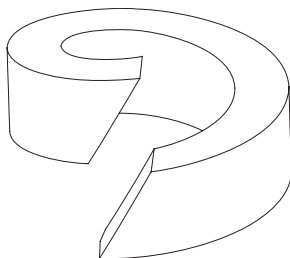

Fig. 16: Delad packningsring
(Tryckavlastningskägla see Fig. 16)
- Tag ut den slitna kolv tätningen (pos. 32) ur spåret i kägla med hjälp av ett lämpligt verktyg (t.ex. en skruvmejsel).
- Sätt in en ny kolv tätning (pos 32) se till att den sitter rätt, se illustrationen (se Fig. 16).
- Byt ut lagerbandet (pos 31).
- Rengör styrhylsans lageryta (pos 30); slipa vid behov med fint slipmedel.
- Byt ut packningar (pos 9).
- Montera muttrarna (pos 11) och dra åt dem korsvis. (Åtdragningsmoment se punkt 7.3.1)